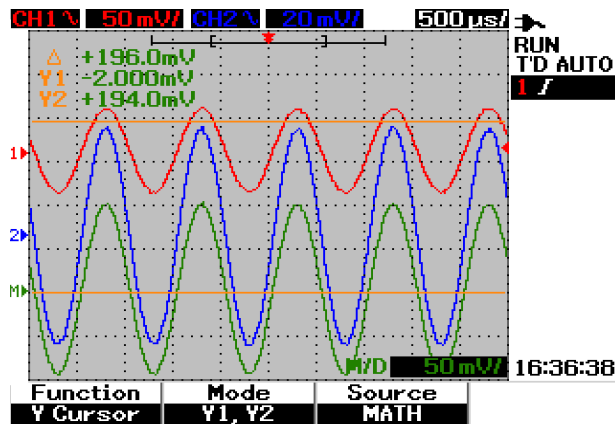

Figura 3-36 Función matemática para la medición del cursor Y
- 6 En la Figura 3-36, se selecciona la función matemática y se muestra el resultado en el ángulo superior derecho del área de visualización de la forma de onda.